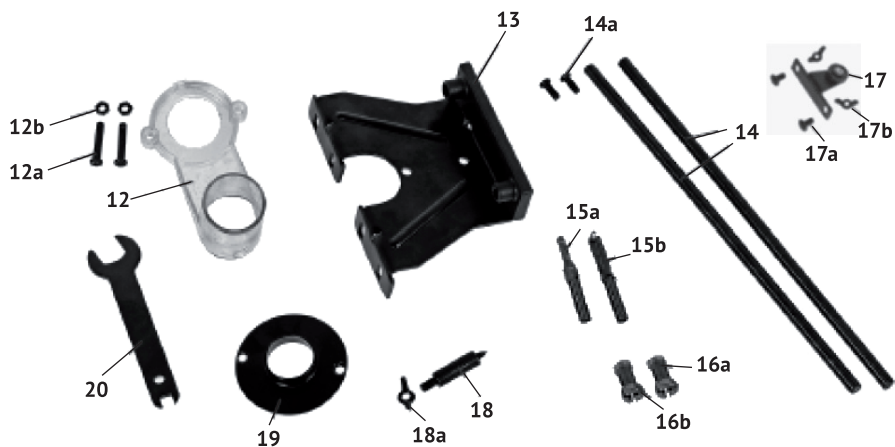

рис.2
- параллельный упор (рис.2 поз.13) с осями (рис.2 поз.14) позволяет обрабатывать изделие на определённом расстоянии от прямолинейного края заготовки (фрезерование пазов, канавок, сверление отверстий и т.п.);
- роликовая направляющая (рис.2 поз.17), закреплённая на параллельном упоре (рис.2 поз.13), позволяет производить фрезерование на равном расстоянии от края заготовки любой конфигурации (прямолинейная, криволинейная, угловая);
- острей циркуля (рис.2 поз.18), закреплённое на параллельном упоре, даёт возможность обработки заготовки по кольцу, кругу, дуге;
- направляющая втулка (рис.2 поз.19), позволяет фрезерование заготовки
Пластиковый патрубок пылеотвода (рис.2 поз.12) позволяет подключить пылесос для удаления стружки из зоны фрезерования.